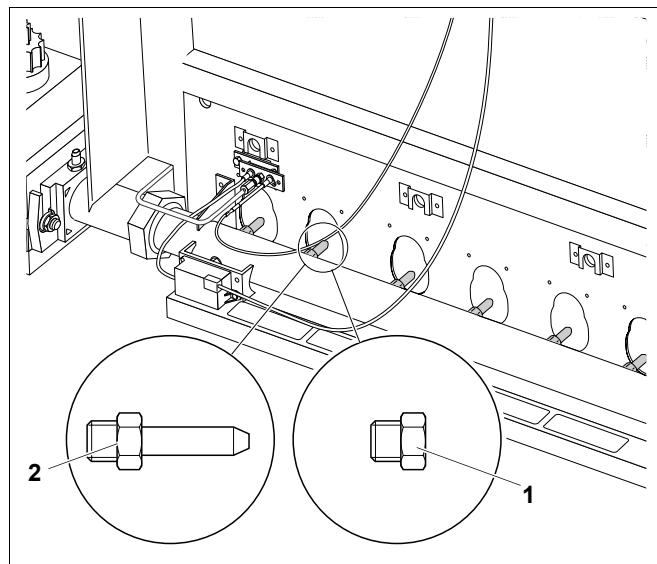

Рис. 6 Контроль форсунок основного газа
- Проверить, совпадает ли обозначение форсунок основного газа (рис. 6) с приведенным в (табл. 12), если требуется, то переустановите на другой вид газа (см. "Перенастройка котла на другой вид газа", стр. 48).